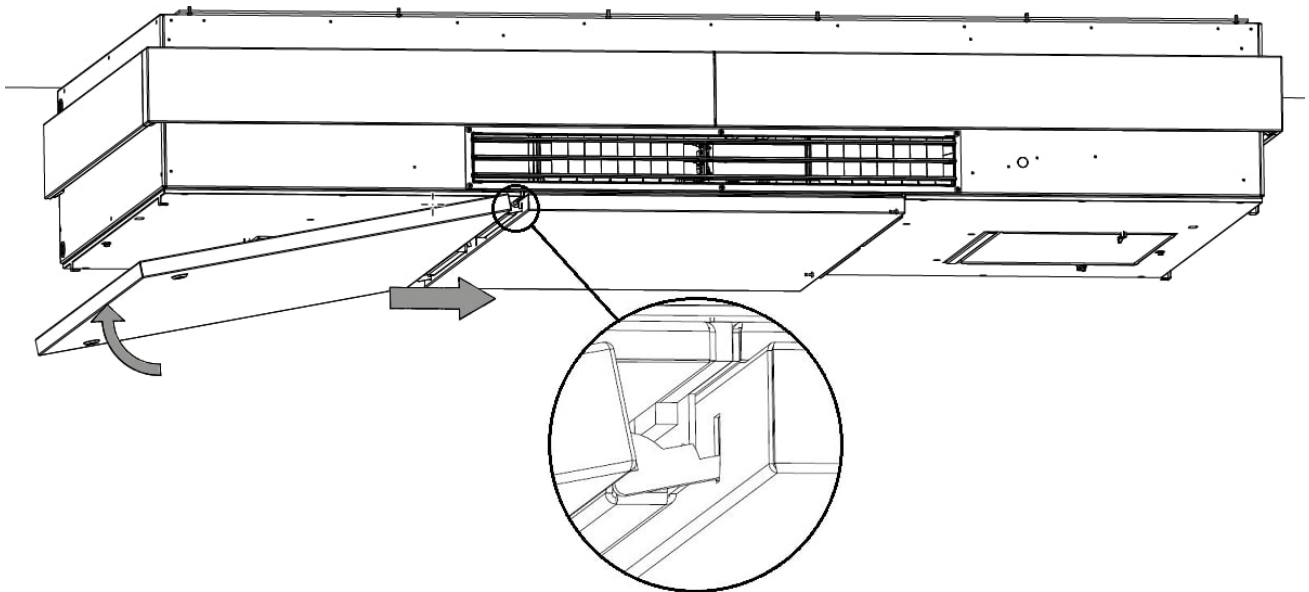

Afbeelding 52: De servicedeur aan de rechterkant monteren
2. Monteer de servicedeur met twee korte bouten aan elke kant, zie Afbeelding 52 en Afbeelding 53.